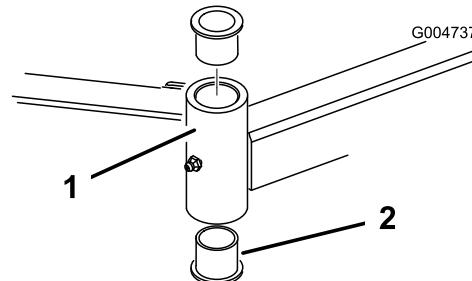

Bild 106
4. Stecken Sie einen Dorn oben oder unten in das Befestigungsrohr und treiben die Büchsen heraus (**Bild 106**). Treiben Sie dann die andere Büchse aus dem Rohr heraus. Reinigen Sie die Innenseite der Rohre.